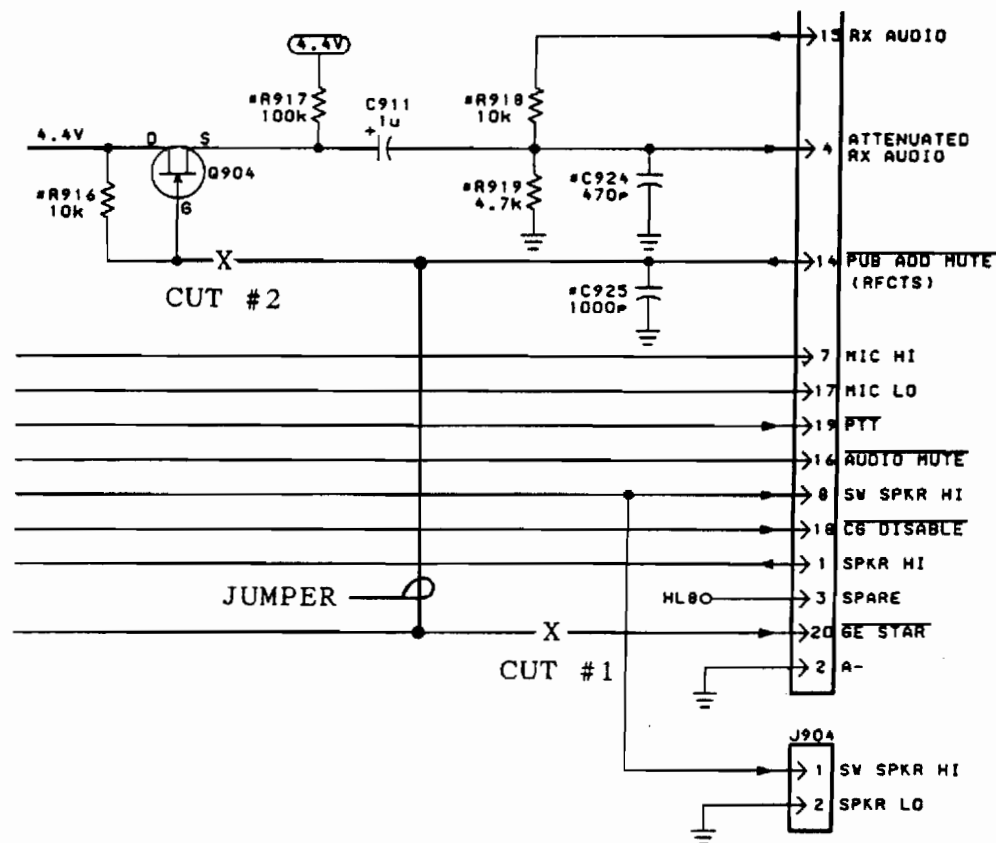

FIGURE 3
3. INSTALL JUMPER BETWEEN J905B-6 AND C925 (SEE FIGURE 3).